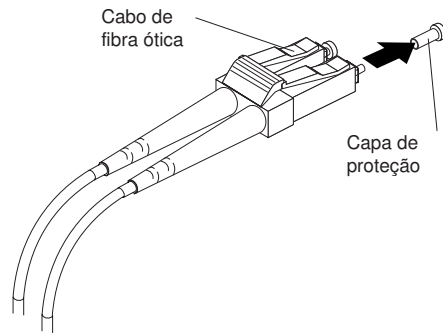

Figura 34. Removendo as Capas de Cabos de Fibra Ótica
2. Remova as capas de proteção da extremidade do cabo de fibra ótica. Consulte a Figura 34.